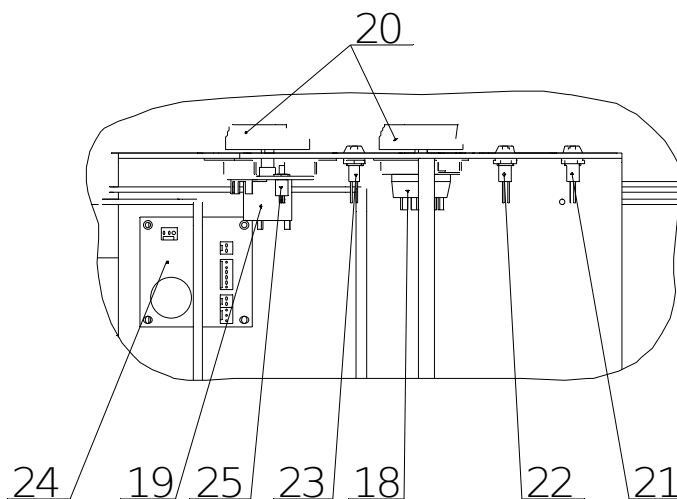

Рис. 4
На кронштейне управления (5) (рис. 4) установлены: переключатель режимов (18) для выбора режима работы прибора, регулятор температуры (19) для включения – выключения прибора и задания температуры теплоносителя. Светодиодный индикатор зеленого цвета (21) сигнализирует о подаче питания в систему управления прибора, светодиодный индикатор красного цвета (22) сигнализирует о возникновении аварийной ситуации, светодиодный индикатор желтого цвета (23) сигнализирует о том, что идет нагрев теплоносителя. На потенциометр (19) и галетный переключатель (18) надеты ручки (20).
***Плата суточного программатора (24) и кнопка коррекции времени (25) в моделях приборов ЭПН-01-XX и ЭПН-01Д-XX не устанавливаются (данные элементы устанавливаются только в модификациях ЭПН-02-XX и ЭПН-02Н-XX).***
На кронштейне управления (5) (рис. 4) установлены: переключатель режимов (18) для выбора режима работы прибора, регулятор температуры (19) для включения – выключения прибора и задания температуры теплоносителя. Плата суточного программатора (24) и кнопка коррекции часов встроенного суточного программатора (25) устанавливаются только для модификации ЭПН-02-ХХ. Светодиодный индикатор зеленого цвета (21) сигнализирует о подаче питания в систему управления прибора, светодиодный индикатор красного цвета (22) сигнализирует о возникновении аварийной ситуации, светодиодный индикатор желтого цвета (23) сигнализирует о том, что идет нагрев теплоносителя. На потенциометр (19) и галетный переключатель (18) надеты ручки (20).
На кронштейне управления (5) (рис. 4) установлены: переключатель режимов (18) для выбора режима работы прибора, регулятор температуры (19) для включения – выключения прибора и задания температуры теплоносителя, плата суточного программатора (24), кнопка коррекции часов встроенного суточного программатора (25). Светодиодный индикатор зеленого цвета (21) сигнализирует о подаче питания в систему управления прибора, светодиодный индикатор красного цвета (22) сигнализирует о возникновении аварийной ситуации, светодиодный индикатор желтого цвета (23) сигнализирует о том, что идет нагрев теплоносителя. На потенциометр (19) и галетный переключатель (18) надеты ручки (20).
***Плата суточного программатора (24) в приборе ЭПН-02Н-ХХ устанавливается с правой стороны кронштейна управления (на рис.4 она изображена с левой стороны, что соответствует модификации прибора ЭПН-02-ХХ)***
- самовозвратный термовыключатель (17) для отключения прибора при повышении температуры теплоносителя выше предельно допустимой (для всех моделей);
- реле протока (15) для отключения прибора в результате остановки циркуляционного насоса или "завоздушивания" системы отопления (только в ЭПН-01Д-XX, ЭПН-02-XX и ЭПН-02Н-XX);
- предохранительный клапан (26) для сбрасывания избыточного давления в системе отопления, превышающего 0,3 Мпа (только в ЭПН-01Д-XX, ЭПН-02-XX и ЭПН-02Н-XX).
4.5.1. Органы управления и индикации отопительного прибора расположены на кронштейне управления (5) (рис. 4) и состоят из переключателя режимов (18), регулятора температуры (19) и трех светодиодных индикаторов (21, 22, 23).